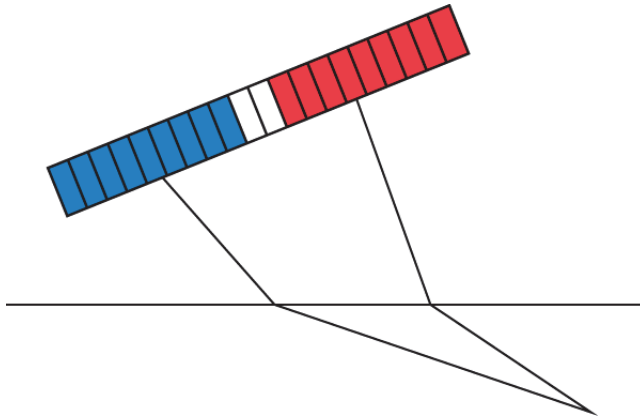

Figura 4-4 Utilização do elemento
Os 128 elementos da sonda *Phased Array* (PA) podem ser utilizados nas configurações de pulso-eco e *pitch-catch*. No modelo 16:128PR, até 16 elementos consecutivos podem ser utilizados em qualquer lugar da sonda para pulso e recepção. Com o modelo 32:128PR, até 32 elementos consecutivos podem ser usados em qualquer lugar na sonda para pulsar e receber (Figura 4-4 na página 51).